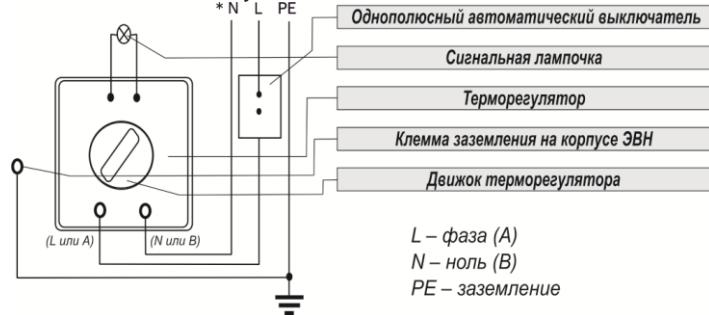
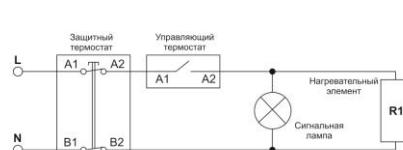

Рис. 7. Схема электрическая
Рис. 11. Схема электрическая для моделей Steatite (S3C), D400-2-BC.
В цепь электропитания необходимо установить автоматический выключатель с током отсечки, равным 10А для ЭВН мощностью до 1,6 кВт и 16А для ЭВН мощностью от 1,6 кВт до 2,5 кВт. Подключение моделей E-Series, O'Pro, EGO, Round, O'Pro + (рис. 7, 8) и моделей D400-2-BC (рис. 11):
Подключение моделей O'Pro (PC) (рис. 7, 8) и Steatite (рис. 7, 9, 10, 11);